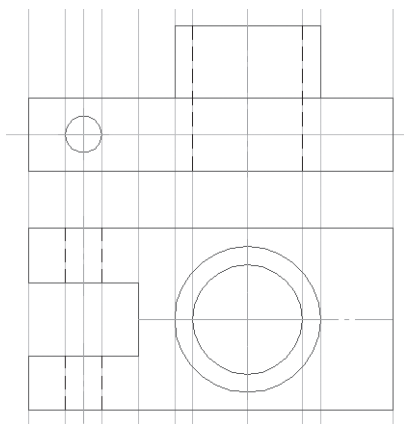

Рис. 298. Главный вид и вид сверху
- отрезком постройте осевую линию данного цилиндрического отверстия, изменив стиль линии на **Осевую** (рис. 298). Не забудьте изменить стиль линии обратно на **Основную**;